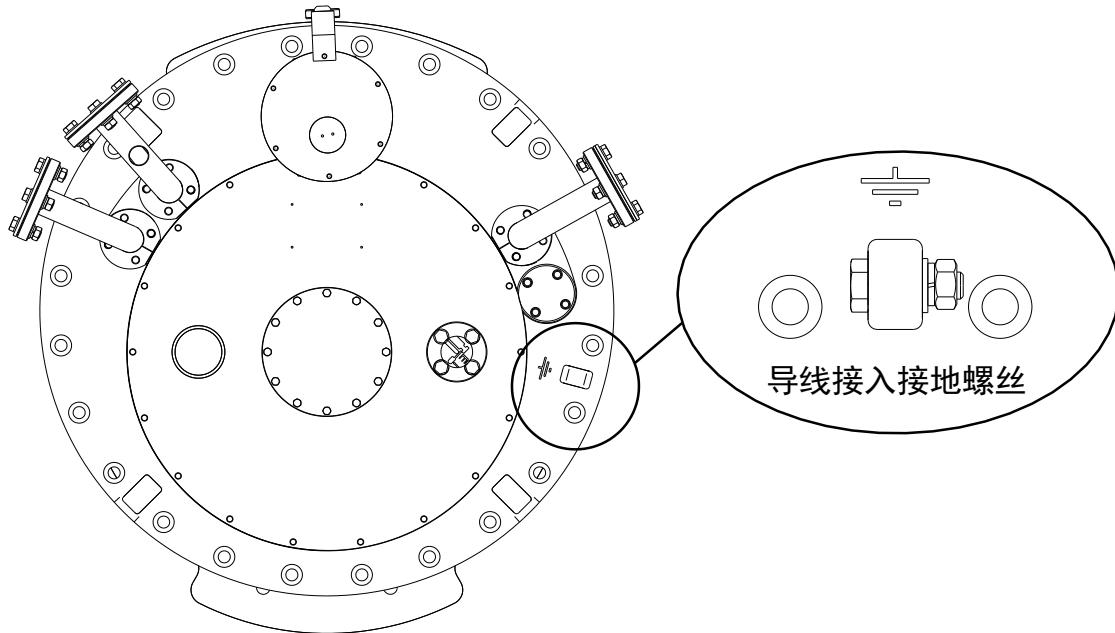

图 9-3 导线接入接地螺丝位置图
- 将分接开关头接地螺栓接至变压器箱盖（1个 M12 螺栓和螺母），19号扳手（见图 9-3）。